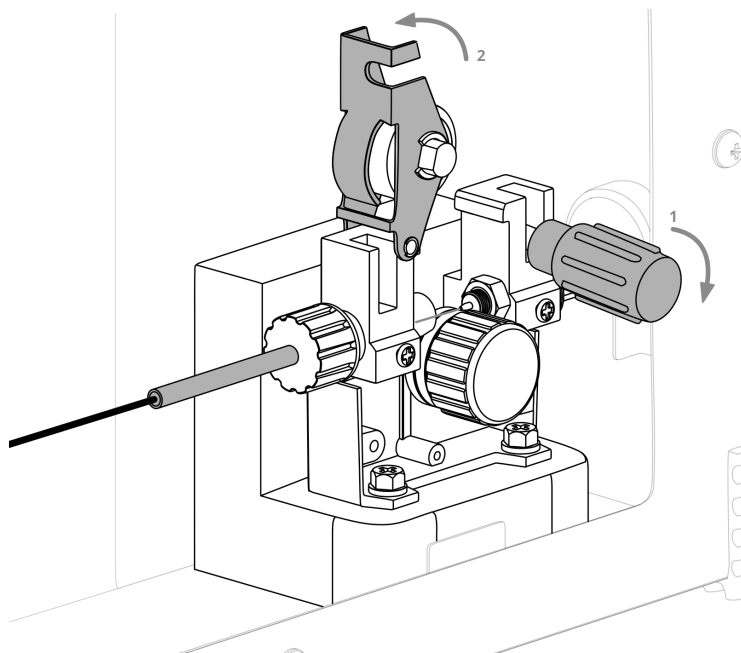

Рис. 9.13. Открытие механизма подачи проволоки.
8. Откройте механизм подачи проволоки. Потяните на себя механизм прижима, потяните вверх прижимной ролик (См. рис. 9.13).